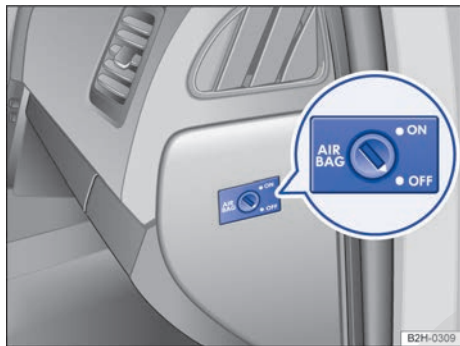

Fig. 68 En el lateral del tablero de instrumentos del lado del acompañante: interruptor de llave para desactivar y activar el airbag frontal del acompañante.
- Con la llave del vehículo, gire el interruptor de llave a la posición **OFF** → fig. 68.
- Con la llave del vehículo, gire el interruptor a la posición **ON** → fig. 68.